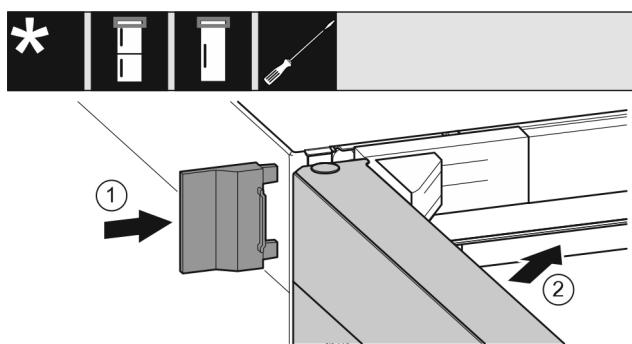

Fig. 23
- Împingeți apărătoarea exterioară. Fig. 23 (1)
- Închideți ușa superioară. Fig. 23 (2)